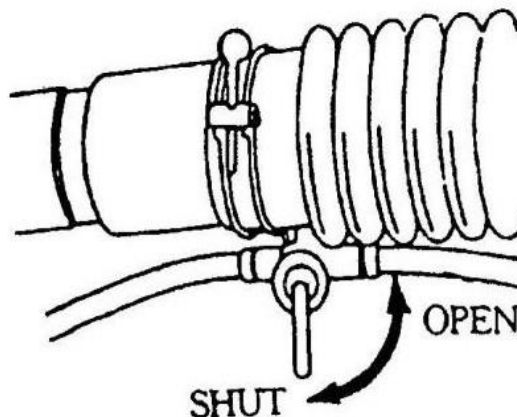

Fig. 8
- 1) În timpul stropirii, când dorim să adăugăm mai mult produs în rezervor, trebuie să oprim dispozitivul, vezi fig.8. În timpul pulverizării, levierul de pulverizare și capacul rezervorului de combustibil ar trebui să fie în poziția de jos, altfel substanțele chimice vor curge.